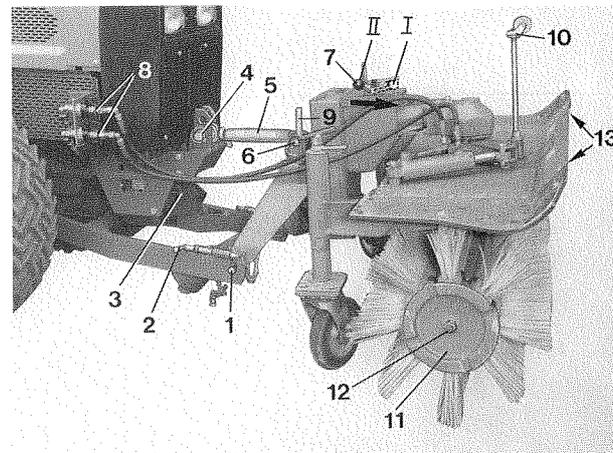

Abb. 48
Die Spannstangen werden in die Besenwelle eingeschraubt und gekontert. Die Kehrwalzen werden dann entsprechend den Aussparungen im Rohrkörper auf die Mitnehmer aufgeschoben. Die Endscheiben (11 Abb. 48) sind aufzusetzen und mit den Sicherungsmuttern (12 Abb. 48) gut zu verschrauben.
Die Höheneinstellung der Kehrwalze geschieht durch die Kurbel (9 Abb. 48) für die beiden Stützräder. Die Kehrwalze soll so eingestellt werden, daß die Borsten ca. 1 cm aufliegen.
Die beiden Kehrwalzen werden jeweils durch einen Spannbolzen gehalten. Sechskantmutter (12 Abb. 48) lösen, Endscheibe (11 Abb. 48) abnehmen. Jetzt können die Kehrwalzen abgenommen werden.
Durch Umlegen des Schalthebels (7 Abb. 48) nach **vorne I** ist die Maschine für **langsame Drehzahl** (Sommer 100/min.) **zum Schmutzkehren**, durch Umlegen des Schalthebels (7 Abb. 48) nach **hinten II** ist die Maschine für **schnelle Drehzahl** (Winter 300/min.) **zum Schneekehren** eingestellt.
Die Kehrmaschine ist nach dem Abbauen zur Lagerung auf das Stützrad (10 Abb. 48) abzustellen, damit diese nicht auf der Kehrwalze aufliegt.
2. Spritzdüsen bei (13 Abb. 48) an die Frontkehrmaschine montieren.
7. Spritzdüsen am Schutzblech (bei 13 Abb. 48) von Kehrmaschine befestigen.